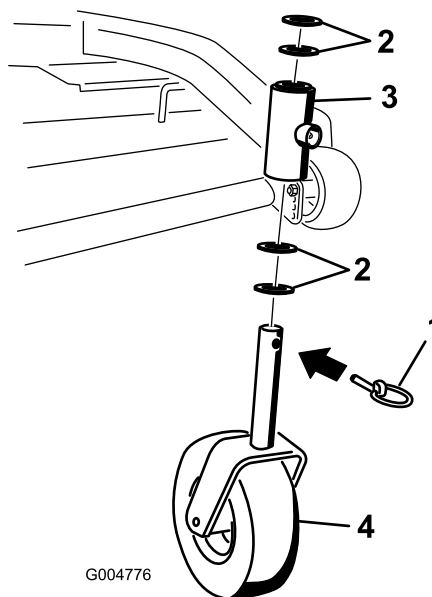

Figura 57
2. Retire el pasador de bloqueo y los espaciadores de la parte superior de la horquilla de la rueda giratoria (Figura 57).
6. Inspeccione la horquilla de la rueda giratoria para determinar si está desgastada y cámbiela de ser necesario (Figura 57).
7. Deslice la horquilla a través de los casquillos del tubo de montaje. Cambie los espaciadores de la horquilla y sujételos con el anillo de retención (Figura 57).